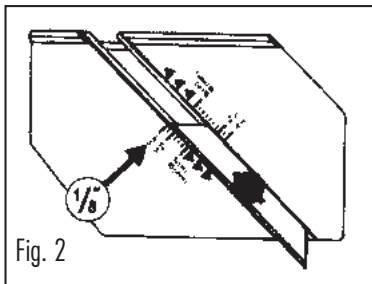

Fig. 2
- Set the back tip of the blade in the channel at the desired depth of cut (Fig. 2).
- Réglez l'arrière de la lame, dans la rainure, à la profondeur de coupe désirée (figure 2).
- Coloque la punta posterior de la hoja en el canal a la profundidad de corte deseada (Fig. 2).
- Die rückseitige Spitze der Klinge in den Kanal an die gewünschte Schnitttiefe setzen (Abb. 2).
- Inserire la punta posteriore della lama nel canale alla profondità di taglio desiderata (Fig. 2).